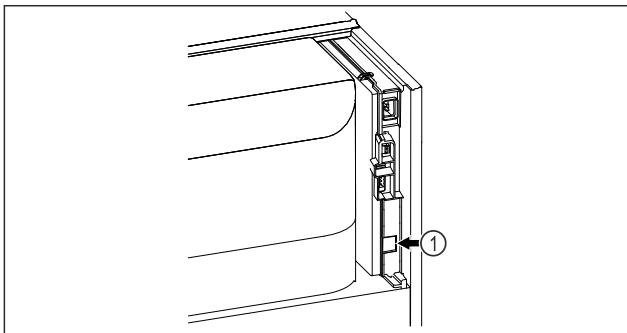

Fig. 100
- SmartModule Fig. 100 (1) on sisse pandud.